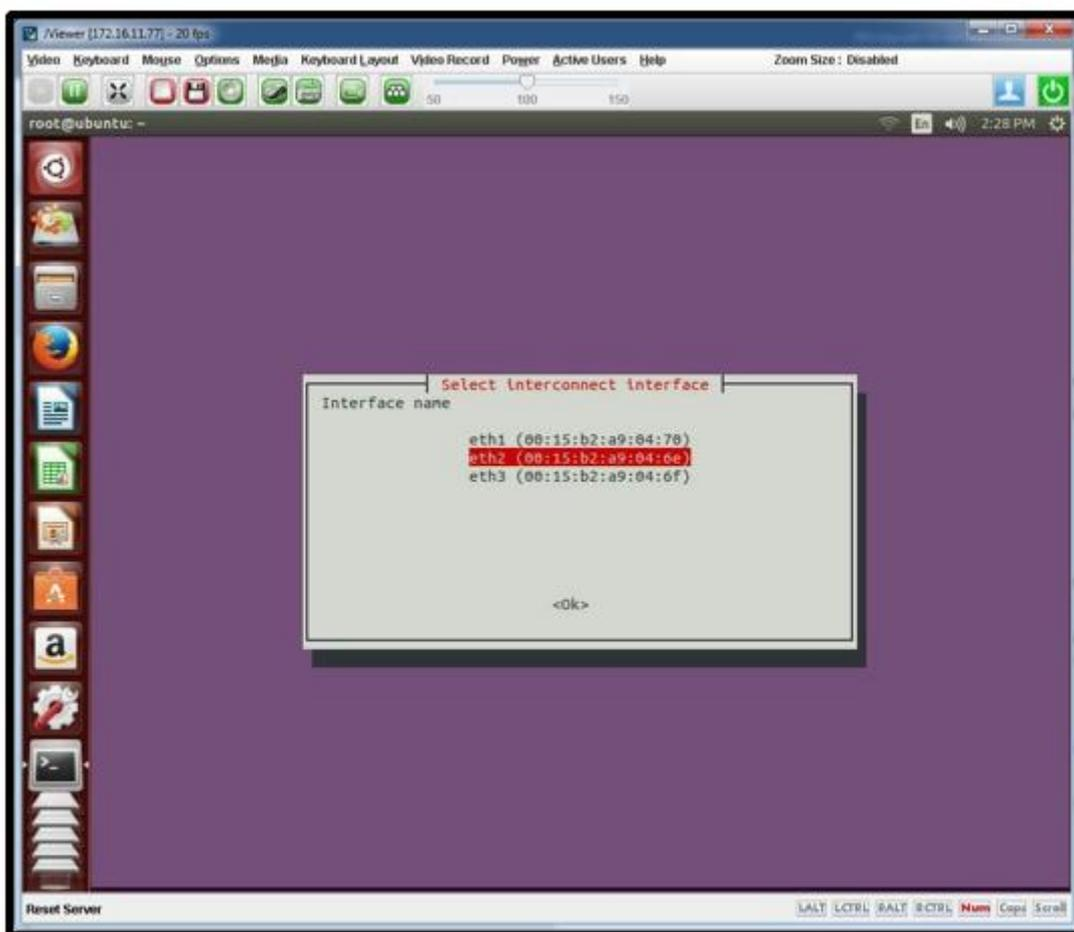

Рисунок 9. Выбор интерфейсов для интерконнекта
7. Выберите интерфейсы интерконнекта. На рисунке (см. Рисунок 9) мы видим, что из диапазона адресов остались 6e и 6f. Их адреса идут подряд значит это два mac-адреса одной сетевой карты которая используется под интерконнект, а адрес 70 остался один так как его пару мы уже забрали под интерфейс управления в предыдущем пункте. Укажите адрес для первого интерфейса, а после нажатия кнопки «ОК» для второго интерфейса. Если интерфейс интерконнекта в статусе NO\_LINK, и MAC адреса не отображаются необходимо перезагрузить контроллер и начать процесс установки заново. Это известная проблема при загрузке с LifeCD.